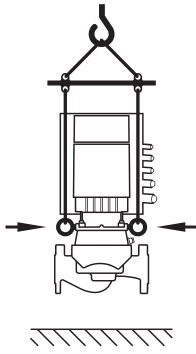

Fig. 8: transporte de la bomba
- El transporte de la bomba deberá efectuarse con medios de suspensión de cargas admitidos (p. ej., polispasto, grúa, etc.). Estos se tienen que fijar en las argollas de transporte existentes en la brida del motor (Fig. 8 representadas aquí: dispositivo de elevación con eje vertical del motor).